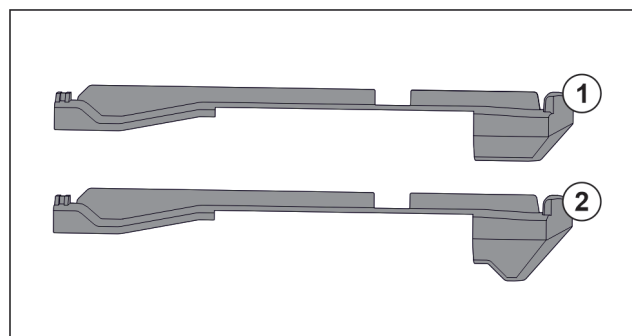

Fig. 195 Sammenligning af påsætningsdelene
I apparatet er der to forskellige påsætningsdele. Påsætningsdelen over den nederste skuffe Fig. 195 (2) har en trekantet kant. Alle andre påsætningsdele Fig. 195 (1) har en lige kant.
- ▶ Anbring påsætningsdelen Fig. 195 (2) med den trekantede kant over den nederste skuffe.
- ▶ Anbring påsætningsdelen Fig. 195 (1) med den lige kant på alle andre steder.